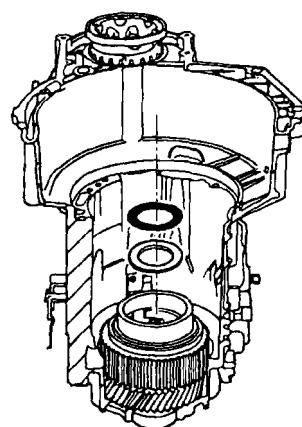

图 5-27 将垫圈和推力滚针轴承装到小太阳轮
(3) 将垫圈和推力滚针轴承装到行星架的小太阳轮上, 与小太阳轮中心对齐, 如图 5-27 所示。